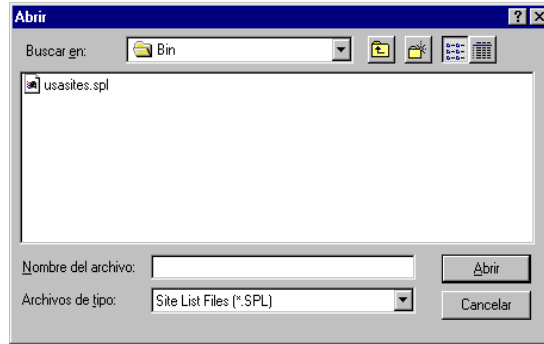

Figura A.5. Pantalla Abrir
1. Seleccione **Abrir** en el menú **Lista de Estaciones**. Se abre el cuadro de diálogo **Abrir** (Figura A.5).